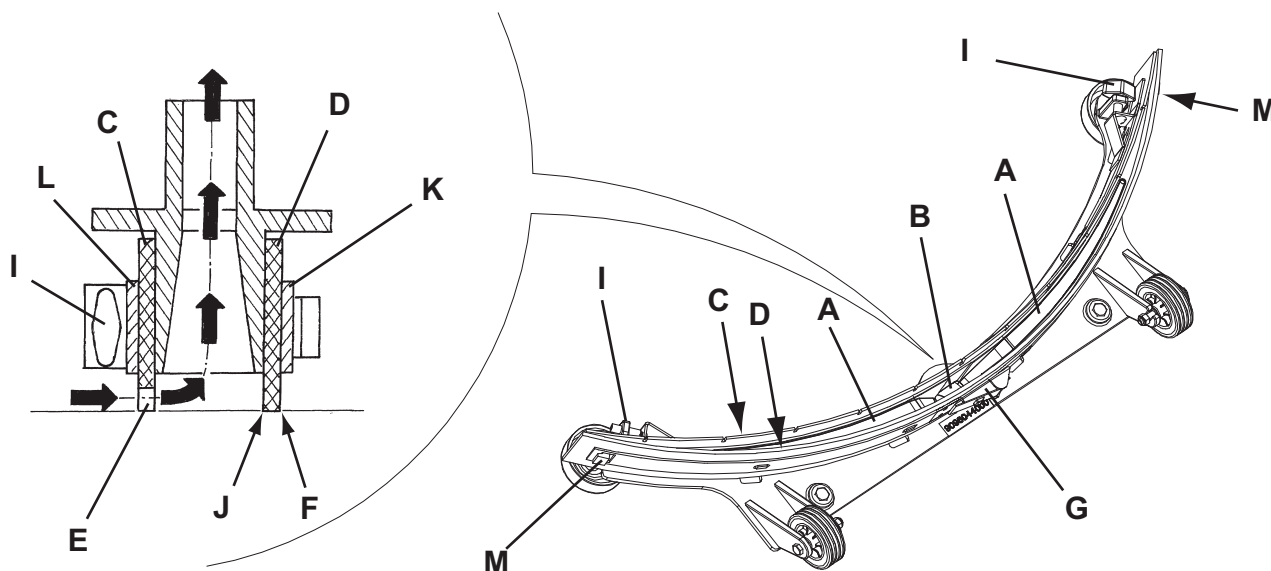

Figure 5
- Nettoyer l'embouchure (Fig. 5) comme décrit au paragraphe précédent.
- Contrôler que le bord (E, Fig. 5) de la lamelle en caoutchouc avant (C) et le bord (F) de la lamelle en caoutchouc arrière (D) se posent simultanément sur le marbre de contrôle, et en toute leur longueur ; en cas contraire, régler leur hauteur en procédant selon les instructions suivantes :
- Déposer le tirant (G), décrocher les dispositifs de retenue (M) et régler la lamelle en caoutchouc arrière (D), puis accrocher les dispositifs de retenue et installer le tirant.
- Desserrer les boutons (I) et régler la lamelle en caoutchouc avant (C), puis serrer les boutons.
- Contrôler que la lamelle en caoutchouc avant (C) et la lamelle en caoutchouc arrière (D) sont intactes et qu'elles ne présentent pas de coupures ou déchirures ; en cas contraire, les remplacer en procédant comme suit. Contrôler que l'arête (J) de la lamelle en caoutchouc arrière n'est pas usée ; en cas contraire, tourner la lamelle en caoutchouc, en remplaçant l'arête usée avec l'une des trois arêtes intactes. Si toutes les arêtes sont usées, remplacer la lamelle en caoutchouc en procédant comme suit :
- Déposer le tirant (G), décrocher les dispositifs de retenue (M) et enlever la bande de retenue (K), puis remplacer / tourner la lamelle en caoutchouc arrière (D). Pour la repose, procéder dans l'ordre inverse de la dépose.
- Dévisser les boutons (I) et enlever la bande de retenue (L), puis remplacer la lamelle en caoutchouc avant (C). Pour la repose, procéder dans l'ordre inverse de la dépose.
- Connecter le tuyau d'aspiration (15) à l'embouchure.
- Reposer l'embouchure (25) et serrer les boutons (26).
- Si besoin est, régler le bouton de réglage de l'embouchure (27).